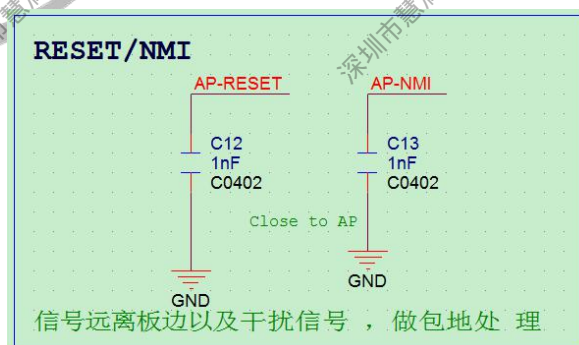

图 2-11 复位中断电路设计
- AP-RESET、AP-NMI 信号上需接 1nF 下地电容，请勿删除或者更改为其他容值，否则会影响系统正常启动。复位和中断信号需远离板边和干扰信号，尽量做包地处理，如图 2-11。